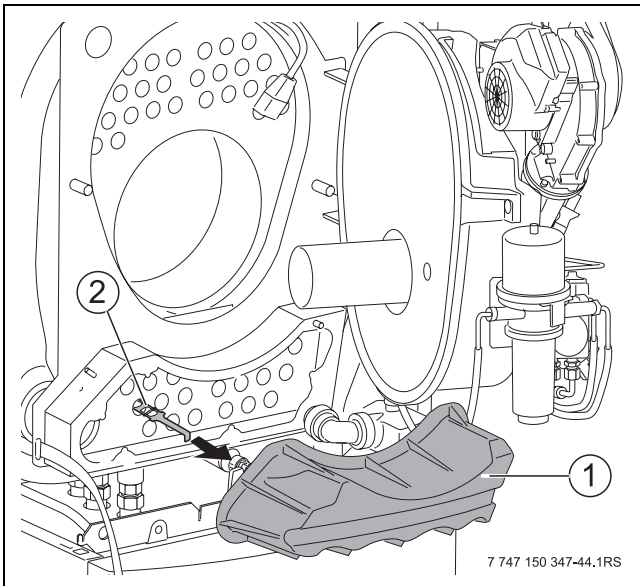

Fig. 63 Turbulatoren uittrekken
- ▶ Rookgasgeluiddemper (→ Fig. 63, [1]) verwijderen.
- ▶ Turbulatoren (→ Fig. 63, [2]) uitnemen en reinigen.